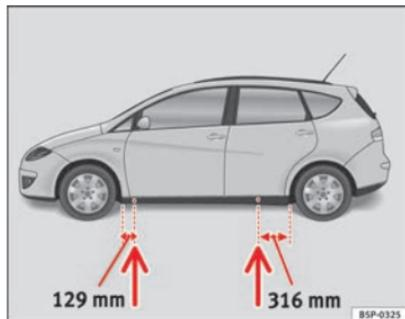

Fig. 181 Pontos de recepção do macaco
- Procure na longarina inferior o ponto de apoio mais próximo do pneu furado ⇒ Fig. 181.
Na longarina inferior estão assinalados os pontos em que o macaco pode ser aplicado ⇒ Fig. 181. Só existe um local previsto para cada pneu. O macaco não deve ser aplicado noutros pontos.